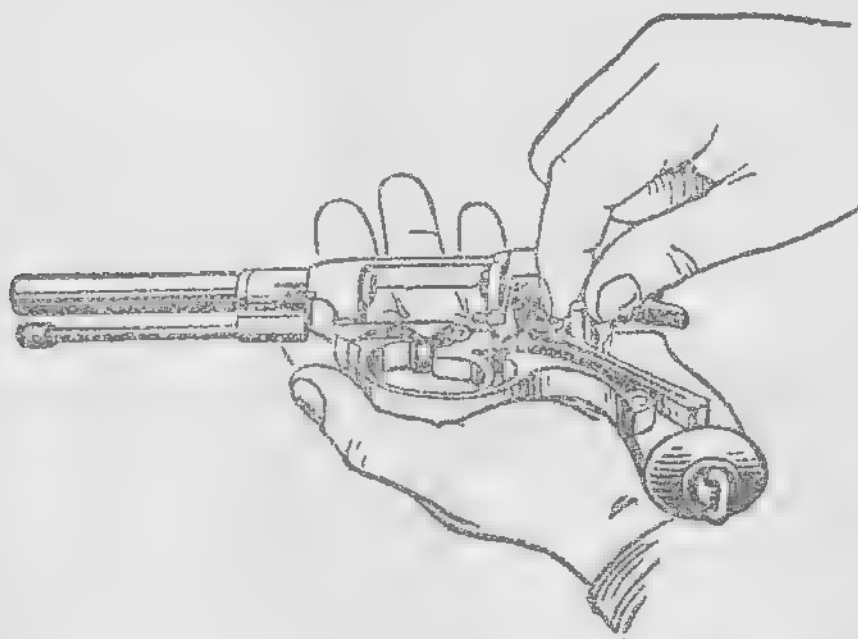

Рис. 32. Как ввинтить соединительный винт.
6) ввинтить соединительный винт: положить револьвер на ладонь левой руки, как указано на рис. 32; правой рукой (без отвертки) ввинтить соединительный винт в завинтованное гнездо над верхним пером боевой пружины;